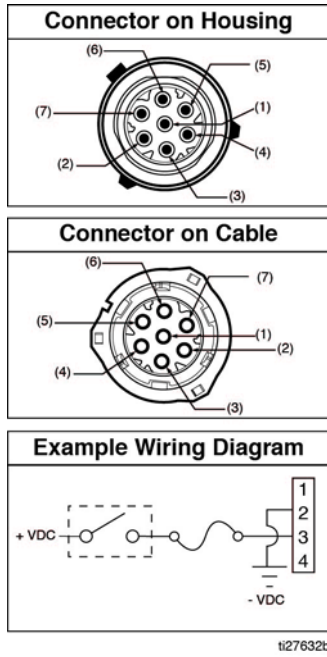

FIG. 5
- Vea el Diagrama de clavijas que se muestra en FIG. 5 para conocer la ubicación apropiada en el conector.